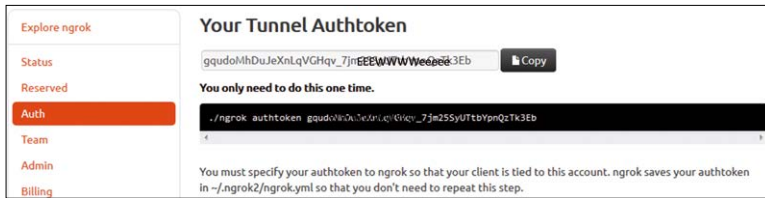

Figure 16.2 Jeton de tunnel
- Cliquez **Auth** lien à gauche pour obtenir votre jeton unique de tunnel comme indiqué dans la Figure 16.2. Dans cet exemple, le jeton de tunnel de l'auteur est (ceci est modifié pour des raisons de sécurité) : **gqudoMhDuJeXnLqVGHqv7jyUTtbYpnQzTk3Eb**